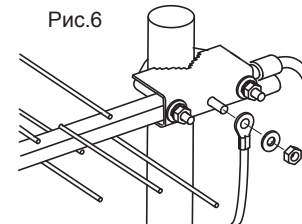

Рис.6
- 4.** Установите антенну на мачту или кронштейн. Обратите внимание при установке на положение дренажного отверстия на колпачке (1). Отверстие должно располагаться снизу колпачка.
- 5.** Закрепите провод заземления на резьбовой шпильке (4) узла крепления антенны см.рис.6.